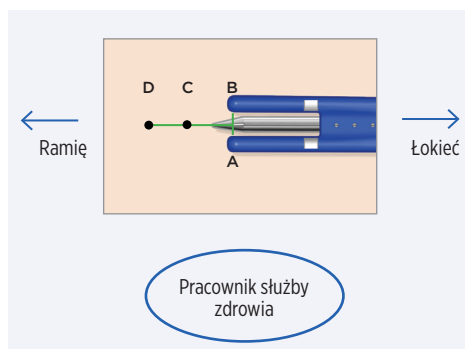

Rys. 3
3. Po wprowadzeniu tępego dysektora w przestrzeń podskórną, gdy końcówki ograniczników głębokości będą stykały się ze skórą, zmniejsz kąt wprowadzania do ok. 5–10 stopni (rys. 3), uważając, aby palce nie znalazły się pod metalowym prętem ani plastikowymi częściami narzędzia, co mogłoby spowodować ustawienie go pod większym kątem.
4. Przesuń tępy dysektor w kierunku ramienia, utrzymując metalowe i plastikowe części narzędzia w bliskim kontakcie ze skórą, aby zachować możliwie najmniejszy kąt kieszonki w odniesieniu do skóry (rys. 3).